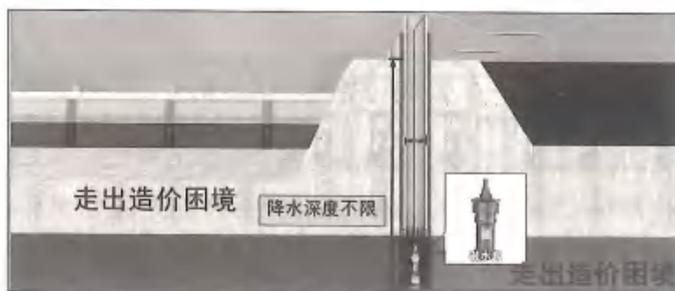

图7-3 井点降水
(1) 管井降水：管井是单独作用的排水设备，在基坑周围布置一些单独工作的管井，地下水在重力作用下流入井中，用抽水设备将水抽走。成井费用高，运行费用低，降水能力强。工作内容及条件如图7-3所示。
(2) 成本分析：20 m管井井点7000元/座。